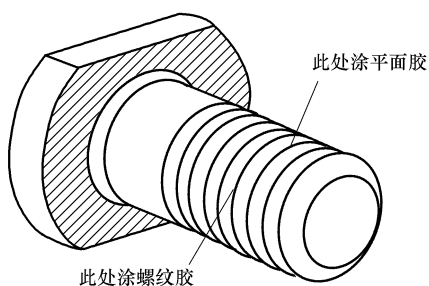

图 3-44 倒档锁螺栓指定位置涂规定的密封胶
1) 所有衬垫纸重新安装时换新件, 衬垫纸两面涂规定的密封胶如图 3-44 所示, 倒档锁螺栓指定位置涂规定的密封胶。